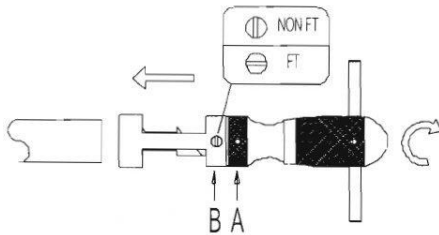

Abb. 3
Zur Einstellung der korrekten Innenleiterlänge die Schraube „B“ auf „NON FT“ (senkrecht zum Kabel) stellen (Abb. 3).
- Ausbohrwerkzeug mit dem mitgelieferten Griff verwenden (Abb. 3)
- Die Schraube „A“ (Abb. 3) mit dem mitgelieferten Inbus-Schlüssel lösen und den Griff vom Werkzeug entfernen